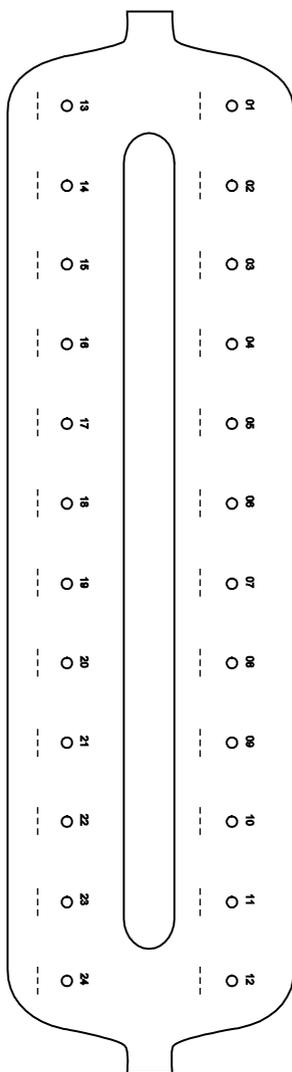

Figura 2. Esquema de rotulagem dos tubos de lise (LT), dos tubos de eluição (ET) e das colunas QIAamp MinElute para uso no sistema de vácuo QIAvac 24 Plus.
Recomendamos rotular os tubos de lise (LT), os tubos de eluição (ET), e as colunas QIAamp MinElute para uso no sistema de vácuo QIAvac 24 Plus de acordo com o esquema na Figura 2 para evitar a mistura de amostras. Essa figura pode ser fotocopiada e rotulada com os nomes das amostras.